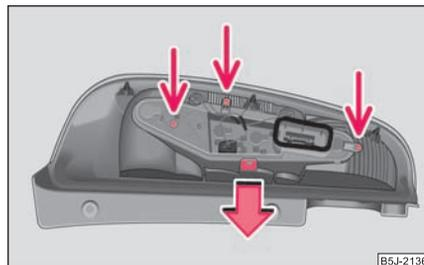

Fig. 214 Desmontaje de la parte central de las luces
- Para alcanzar las bombillas, desenrosque la parte central de la bombilla y afloje la pieza de enclavamiento ⇒ fig. 214.
- Volver a atornillar la parte central de las luces de la carcasa ⇒ página 234, fig. 214.